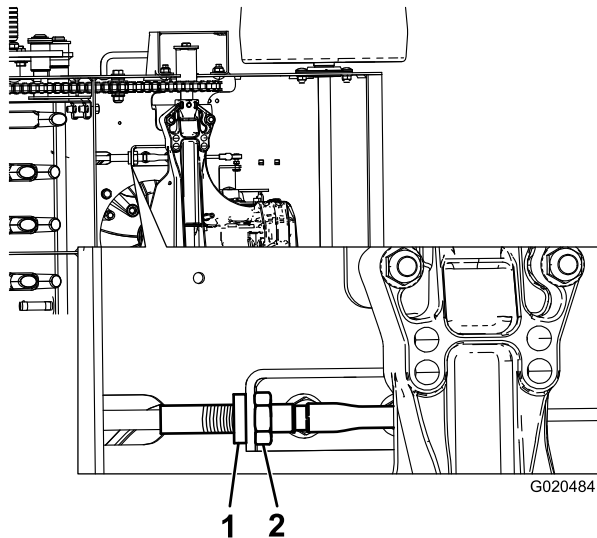

Figura 30
2. Ajuste el cable de la transmisión de tracción en el anclaje inferior moviendo la tuerca hasta el extremo de la rosca y apretando la contratuerca (Figura 30).